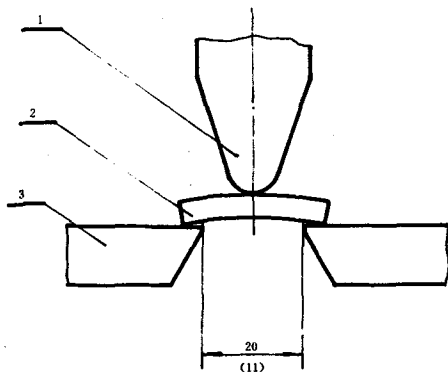

图 3
5.4 将试样凸面向上放在支座上，上压头与试样接触之轴线垂直于试样长度方向，见图3。